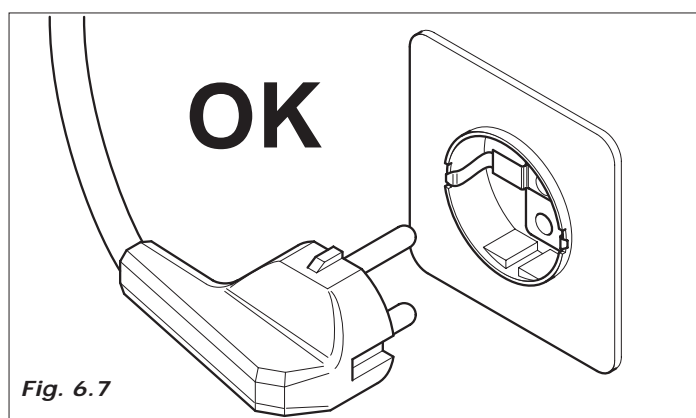

Fig. 6.7
- El distribuidor está dotado de un cable de alimentación H05VV-F 3x1,5 mm², con clavija SCHUKO. (Fig. 6.7).